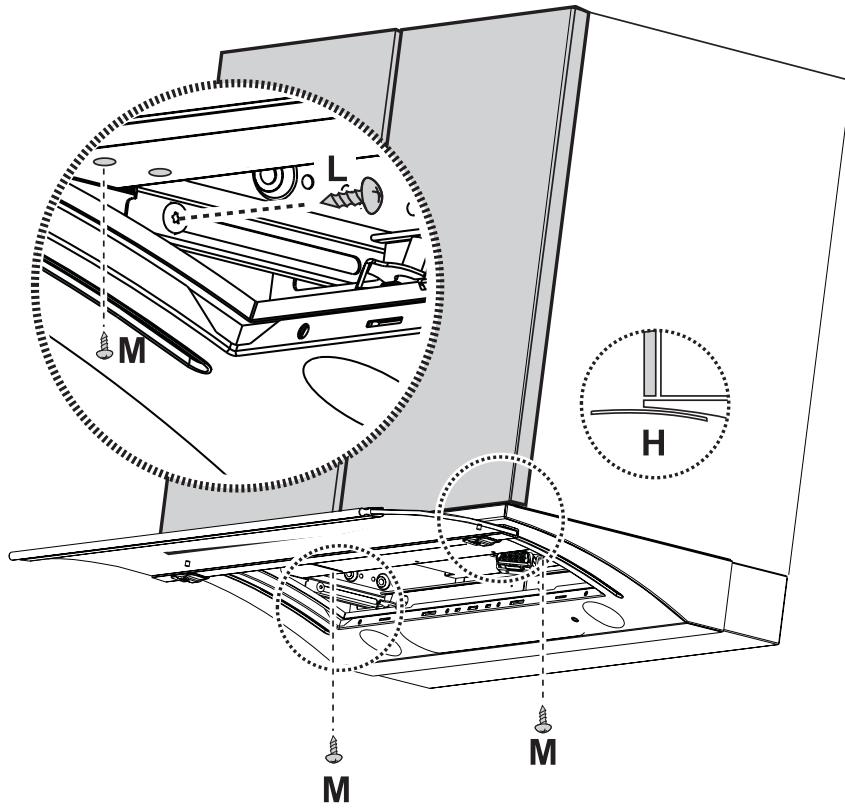

Fig. 7
7. Réglez la position du tiroir de manière à ce que la partie avant s'adapte parfaitement à l'élément mural (H - Fig. 7). Fixez définitivement le tiroir à l'aide de 2 vis (une de chaque côté - L - Fig. 7 - Pour enfiler ces 2 vis, il est nécessaire de retirer la grille du filtre et de les serrer sur les découpes fixées sur les coulisses de l'enveloppe).
8. Fixez le tiroir à l'élément mural (fig. 7) à l'aide de 2 vis M, utilisez deux des 4 orifices disponibles et vérifiez que les vis posent sur l'élément mural.